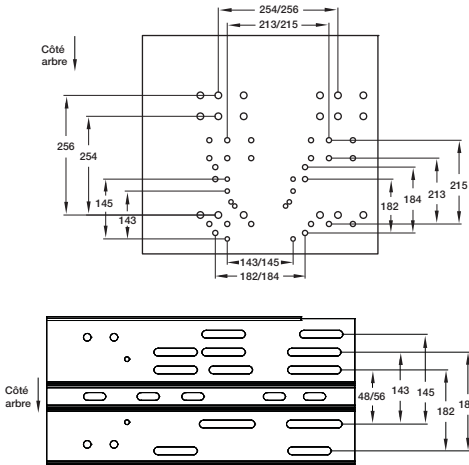

Figure 3 — Positions de fixation du moteur suivant la taille du bâti
2. Voir la position de fixation suivant la taille du bâti de moteur à la Figure 3. Fixer le moteur sur la platine avec la visserie fournie.